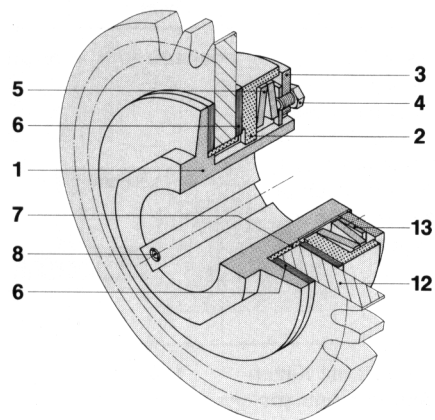

Bild 1
Das Antriebselement(12) (Kettenrad, Keilriemenscheibe oder ähnlich) wird nach Bild 1 auf die Laufbuchse(7) gesteckt und zwischen die Reibbeläge(6) mit Hilfe der Druckscheibe(2), den Tellerfedern(5) und der Nachstellmutter(3) mit Sicherungsblech(13) geklemmt. Je stärker die Tellerfedern(5) durch die Nachstellmutter(3) zusammengedrückt werden, desto höher ist das Drehmoment, bei dem das Antriebselement(12) durchrutscht. Die genaue Einstellung des Drehmomentes wird auf den Seiten 5 und 6 beschrieben.